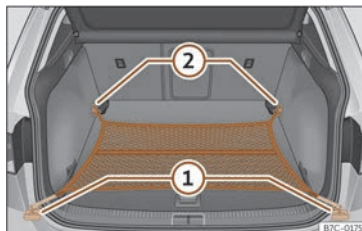

Fig. 165 En el maletero: bolsa de red enganchada a ras del suelo.
- Fije los ganchos de la red en las argollas de amarre >>> **fig. 165** (1) y (2) >>> ⚠️. La cremallera de la bolsa tiene que quedar hacia arriba.